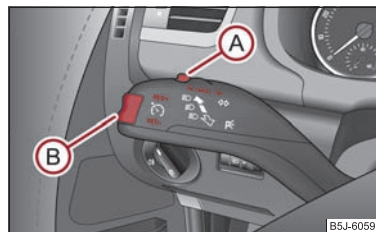

Abb. 96 Bedienungshebel: Wippe und Schalter der Geschwindigkeitsregelanlage
- Drücken Sie den Schalter **A** ⇒ Abb. 96 in die Stellung **ON**.
- Die gespeicherte Geschwindigkeit können Sie ohne Betätigung des Gaspedals durch Drücken der Wippe **(B)** ⇒ Seite 96, Abb. 96 in die Position **RES+ erhöhen**.
Die **Wiederaufnahme** der gespeicherten Geschwindigkeit erfolgt nach Loslassen des Brems- oder Kupplungspedals, bei Fahrzeugen mit automatischem Getriebe nur nach Loslassen des Bremspedals, und nach kurzem Drücken der Wippe **(B)** ⇒ Seite 96, Abb. 96 in die Position **RES+**.
- Drücken Sie den Schalter **(A)** ⇒ Seite 96, Abb. 96 nach rechts in die Stellung **OFF**. ■